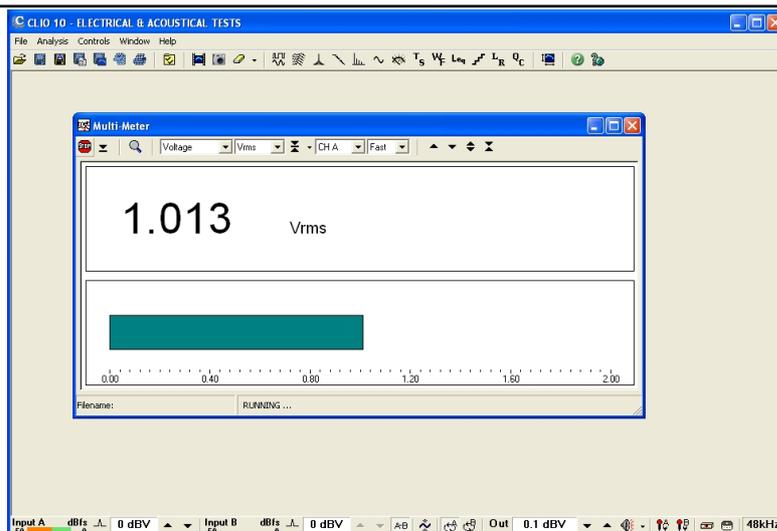

图3-19
- 1) 鼠标点击硬件控制快捷栏的  图标环路A通道，点击  图标播放1kHz的正弦信号(实际为1031Hz)，鼠标点击分析模式快捷选择栏  图标（或按键盘F4键）调用如图 3-19 的“Multi-Meter”万用表的电平测量功能。